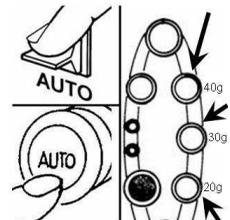

Abb. 6
- Drücken und halten Sie den Taster AUTO/Portionstaste ( ) (Abb. 6)